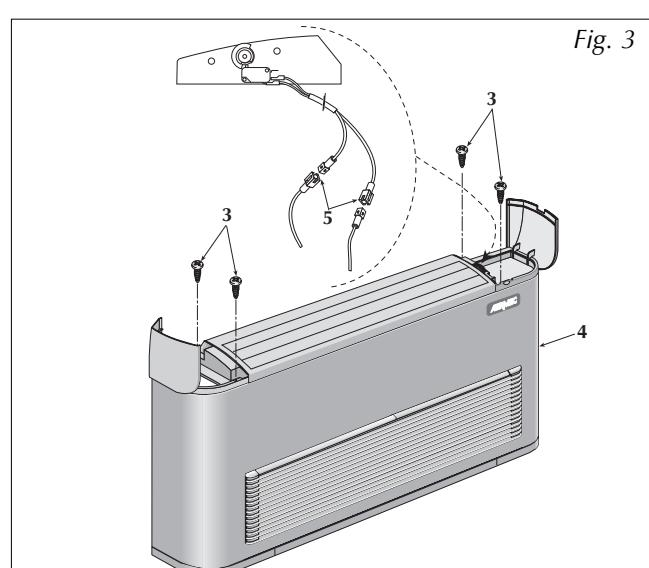

Fig. 3
per versione FCX - U togliere le quattro viti (3 fig.3) che fissano il mantello al frutto e sfilare il mantello di copertura (4) avendo cura prima di staccare, se necessario, i connettori elettrici (5) del microinterruttore di alimentazione.